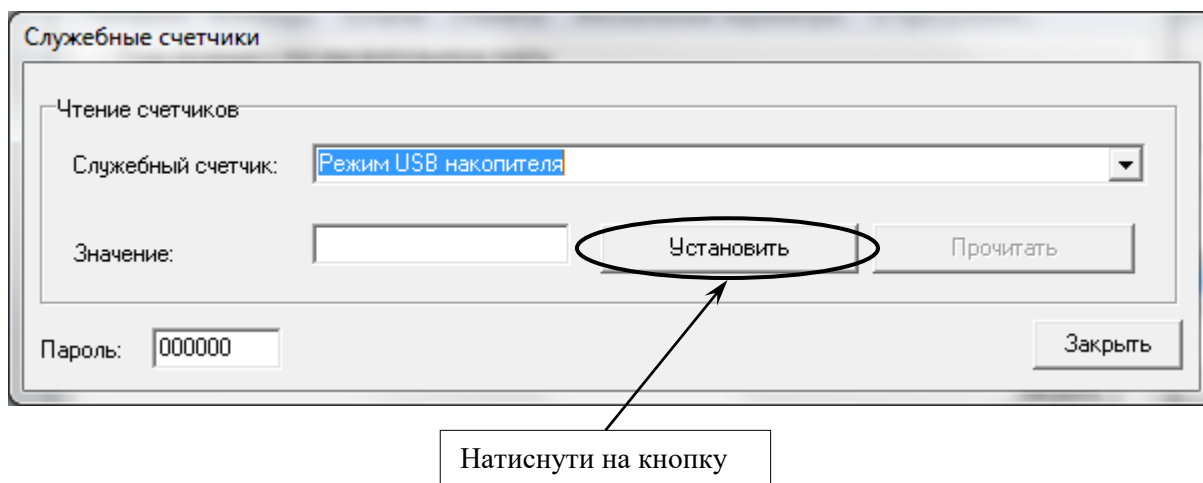

Рисунок 20
– натиснути кнопку «Установить» (рисунок 20);